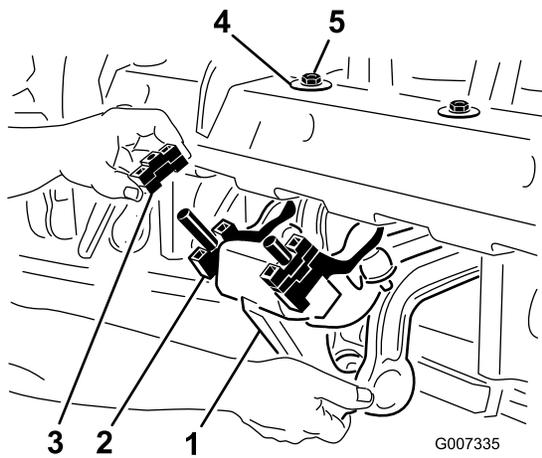

Bild 25
1. Entfernen Sie die zwei Sicherungsmuttern (1/2"), mit denen der RotaLink-Stoßdämpfer an der Unterseite des Aerifizierkopfrahmens befestigt ist (Bild 25).
2. Senken Sie den Stoßdämpfer ab, um die Distanzstücke frei zu legen (Bild 25).
- Montieren Sie den Stoßdämpfer wieder am Aerifizierkopffrahmen. Achten Sie darauf, dass die D-Scheibe gegen den Aerifizierkopffrahmen eingebaut ist, siehe Bild 25. Befestigen Sie die zwei Sicherungsmuttern.